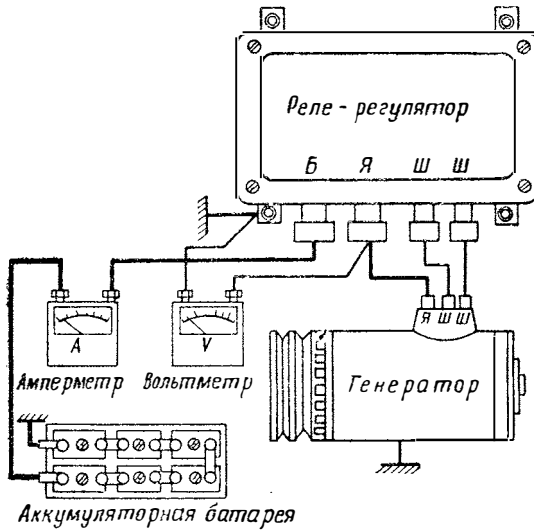

Рис. 75. Схема проверки регулятора напряжения и ограничителя тока
2. Отсоединить провод от зажима *Б* (рис. 75) реле-регулятора и включить между концом этого провода и зажимом *Б* контрольный амперметр и нагрузочный реостат.